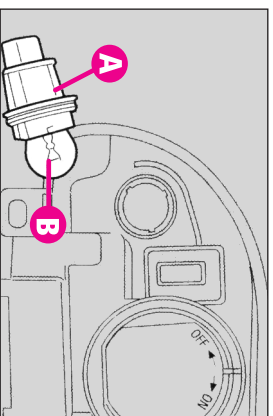

fig.31
- Scoateți becul (**B-fig.31**) din soclul său (**A-fig. 31**) apăsându-l ușor și rotindu-l în sensul invers acelor de ceasornic.
- Înlocuiți becul (**B-fig.31**)
-Repuneți în poziție suportul de bec (A-fig.31) rotindu-l în sensul acelor de ceasornic, verificând apoi dacă este bine fixat.